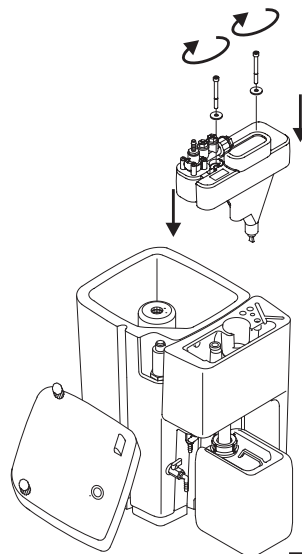

Fig. 2
- Filterwechsel vornehmen! (Fig. 2)
- The filter needs to be changed! (Fig. 2)